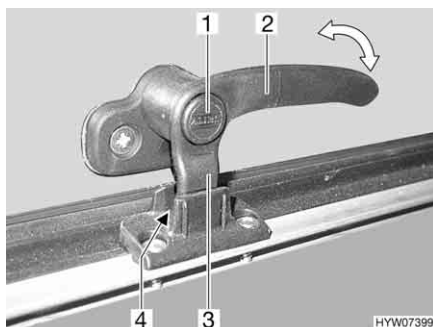
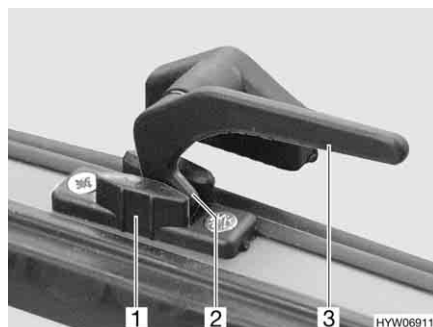

Fig. 54 Leva di serraggio con bottone di sicurezza in posizione "Aerazione continua"
Fig. 55 Leva di serraggio in posizione "Aerazione continua"
- In posizione di "Aerazione continua" (Fig. 54 e Fig. 55)
- Se presente, premere e tenere premuto il bottone di sicurezza (Fig. 54,1).
- Ruotare la leva di serraggio (Fig. 54,2 o Fig. 55,3) di un quarto di giro verso il centro della finestra.
- Girare nuovamente all'indietro la leva di serraggio. Riportare contemporaneamente il nasello di chiusura (Fig. 54,3 o Fig. 55,2) della leva di serraggio nella rientranza della chiusura della finestra (Fig. 54,4 o Fig. 55,1).
- Se presente, rilasciare il bottone di sicurezza (Fig. 54,1).